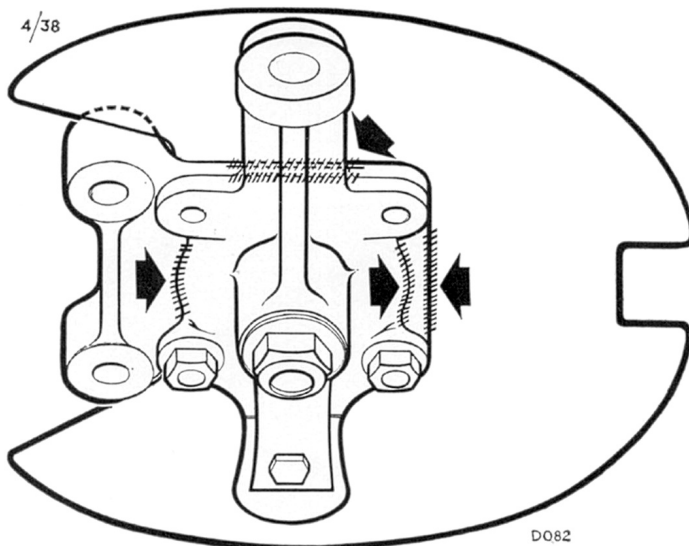

Fig. 21. Utilisation du produit Expandite Seal-a-Strip entre le support d'étrier de frein à disque et le pivot de fusée
8. Monter la queue conique du joint à rotule dans le pivot de fusée (18) et serrer l'écrou Nylstop (22) et la rondelle (21).
9. Monter le bras de direction (28) et le plateau de frein (47) sur le pivot de fusée (18). Sur les modèles à freins à disque, monter le plateau anti-poussière et le support d'étrier comme indiqué Fig. 21, en mettant du produit d'étanchéité Expandite Seal-a-Strip (105 S), pièce N° 554420, entre la protection et le pivot de fusée et le support d'étrier.